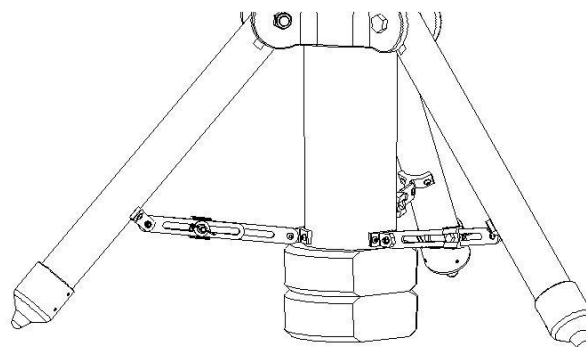

Fig. 1.1b
- Coloque um ou dois contrapesos entre a parte inferior do poste central e o solo, se houver espaço suficiente entre eles. Esta é uma medida de segurança crítica porque os contrapesos vão impedir que os usuários coloquem seus pés sob o poste central inadvertidamente. (Fig. 1.1b)